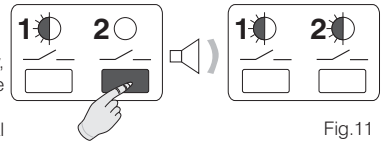

Fig.11
- Mantener pulsada la **tecla 2**  hasta que se oiga una única señal acústica y, luego, soltarla. Los dos **LED** parpadean. El **canale 2** está listo para asignarse al **cronotermostato "Master"** (fig.11).